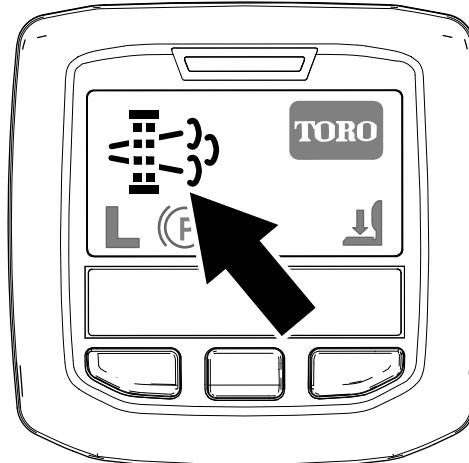

Bild 27
- Das Symbol für die geparkte Regenerierung wird im InfoCenter angezeigt (Bild 27).